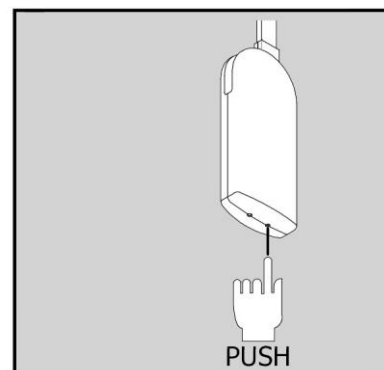

Fig.22
- 1 - Appuyer sur la touche de programmation (Fig. 22) pendant 5 secondes, quand la touche est relâchée on entend un double Bip
Si vous souhaitez supprimer toutes les télécommandes maintenir appuyé la touche de programmation (Fig.22) pendant 10 secondes, une fois la touche relâchée vous entendrez trois Bips consécutifs qui indiquent que toutes les télécommandes synchronisées ont été supprimées.